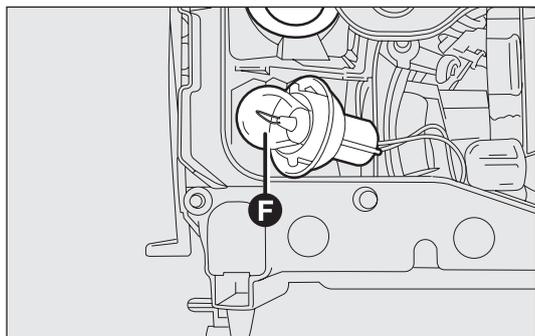

fig. 144
- extraiga la lámpara fundida F-fig. 144 e introduzca la lámpara nueva;